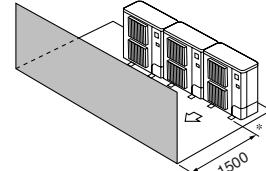

Fig. 2-10
③ Hindernisse nur auf der Vorderseite (Fig. 2-10)